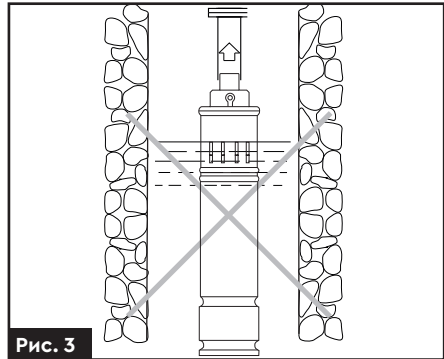

Рис. 3
- › Заборонено експлуатацію насоса при недостатньому рівні води в свердловині (колодязі), щоб уникнути роботи насоса без води (**рис. 3**). Необхідно обладнати систему водопостачання захистом від «сухого ходу», для чого рекомендуємо встановити електронний контролер тиску.